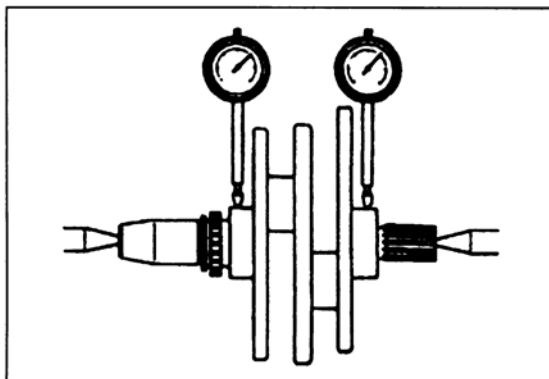

Bild 141
- Kurbelwelle zwischen Spitzen aufspannen und mit Messuhr an Lagerzapfen Schlag messen (Bild 141). Dabei beachten, dass tatsächlicher Schlag nur der Hälfte des angezeigten Werts entspricht (Verschleissgrenze 0,05 mm).